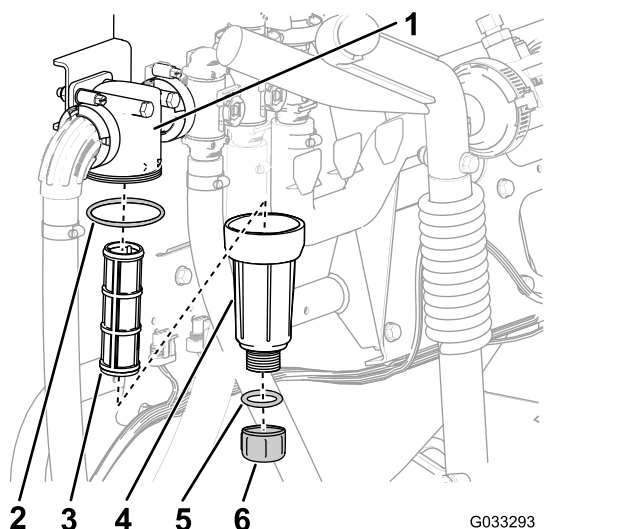

Figura 30
2. Amplasai o tavă de golire sub filtrul de presiune (Figura 30).
3. Rotii capacul de golire în sens invers acelor de ceasornic i scoatei-l din vasul filtrului de presiune (Figura 30).
4. Rotii vasul în sens invers acelor de ceasornic i îndepărtai capul filtrului (Figura 30).
5. Îndepărtai elementul filtrului de presiune (Figura 30).
7. Verificai dacă există deteriorare i uzură la nivelul garniturii pentru bușonul de golire (situat în interiorul vasului) i garniturii pentru vas (aflată în interiorul capului filtrului) (Figura 30).
8. Montai un nou element de filtrare de presiune la capul filtrului (Figura 30).
9. Montai vasul pe capul filtrului i strângeți-l manual (Figura 30).
10. Montai capacul de golire pe fittingul din partea de jos a vasului i strângeți capacul manual (Figura 30).